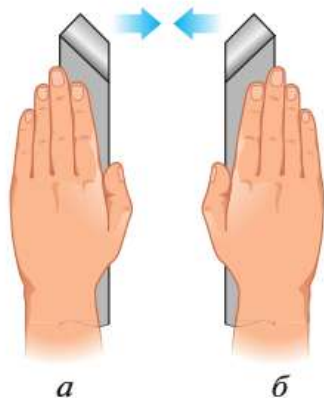

Рис. 5.16. Проходные резцы: *a* — левый прямой проходной; *б* — правый прямой проходной
1. В зависимости от направления движения подачи: правые и левые резцы (рис. 5.16).